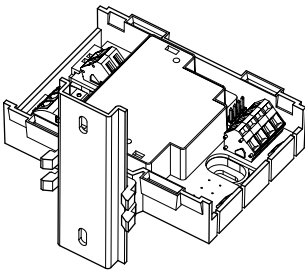

Рис. 2
- На монтажную рейку (Рис. 2)
2. Прижмите модуль и монтажные кронштейны к рейке, так чтобы защелкнулись кронштейны (Рис. 2).